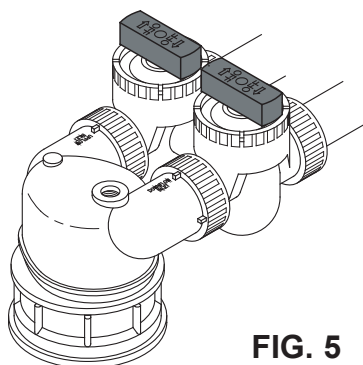

FIG. 5
- b. Mettre la ou les valves de dérivation à la position **DÉRIVATION** : Vanne de dérivation simple : tourner chaque poignée à angle droit du débit d'eau (cf. Fig. 5). Système à 3 vannes : fermer les vannes d'entrée et de sortie, puis ouvrir la vanne de dérivation (cf. Fig. 4).